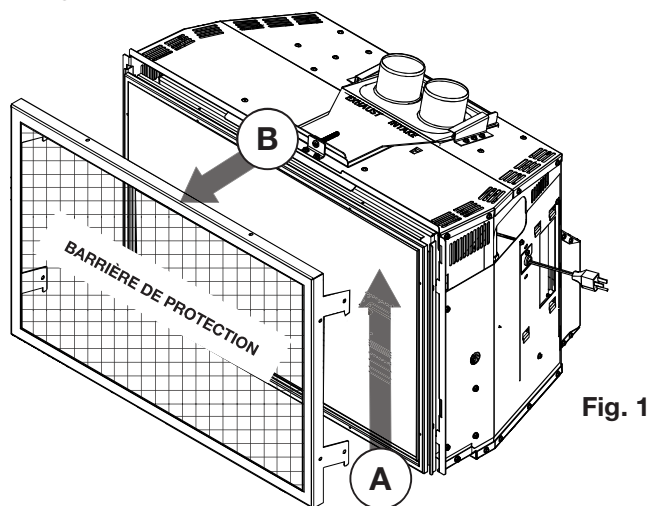

Fig. 1
1. Avant d'enlever la porte vitrée, la barrière de protection doit être enlever. Soulevez la barrière de protection hors des 4 goupilles et enlever de l'appareil, puis inclinez la partie haut du porte vitrée puis enlever de l'appareil (**Fig. 1**).